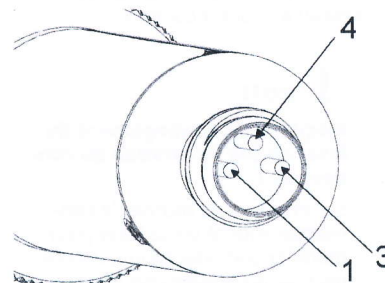

Fig. 11 : Connecteur avec brochage
4. ▶ Fixer les extrémités des conducteurs sur les bornes de la tête de connecteur. Respecter alors le brochage selon Fig. 11 .